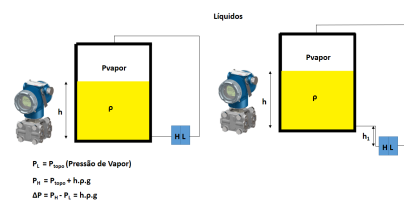

Figura 4– Medição indireta utilizando transmissor de pressão diferencial em tanques fechados – Elevação de Zero.
**Elevação de Zero (é a quantidade com que o valor zero de pressão supera o valor inferior):** de acordo com a Figura 4, onde se pode ter o tanque fechado e o transmissor de pressão diferencial localizado abaixo de sua tomada Hi e não há selagem líquida na tomada de Low, é necessária a compensação da coluna de líquido aplicada na tomada Hi, fazendo-se a Supressão de Zero. No caso onde existe a selagem líquida na tomada de pressão baixa (low), é necessária a compensação da coluna de líquido aplicada na tomada Hi e na tomada Low. É o que chamamos de Elevação de Zero.